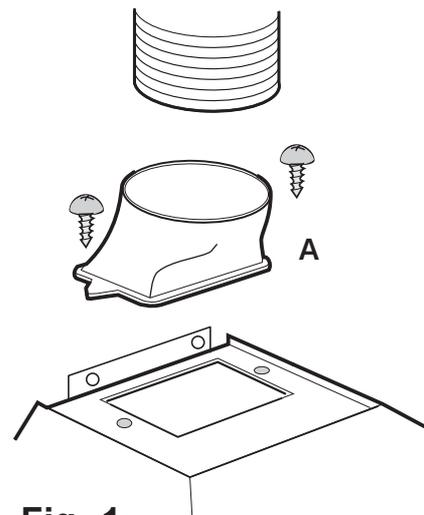

Fig. 1
- El aire se extrae al exterior mediante un tubo conectado al anillo de conexión A . **Fig. 1.**